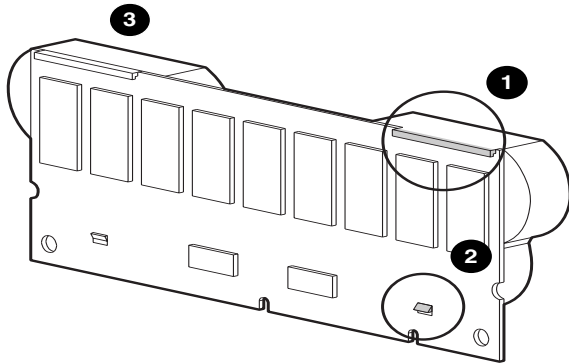

Figura 8: Fijación de la batería
- Asegúrese de que el gancho superior ❶ y el clip inferior ❷ de las baterías están bien fijos en módulo. Consulte la Figura 8.